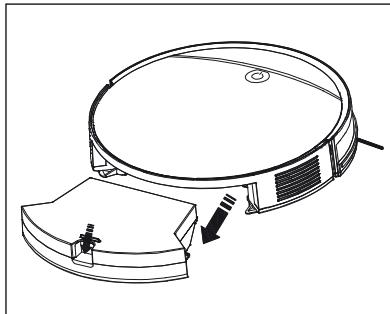

Abb. 7
- Spülen Sie den EPA-Filter **⑦** nicht mit Wasser aus. Der EPA-Filter **⑦** kann dadurch beschädigt werden.
- 1) Drücken Sie die Entriegelungstaste **⑯** des Staubbehälters **⑯** und ziehen Sie ihn aus dem Gerät (siehe Abb. 7).